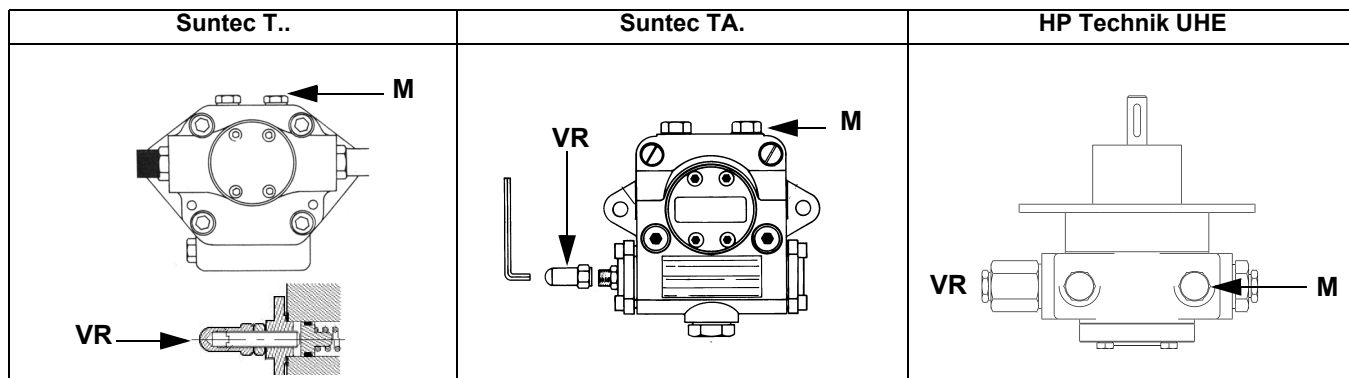
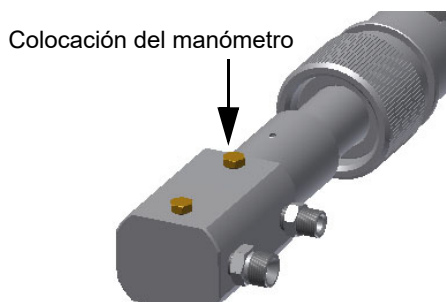

Fig. 4
Fig. 5
- 3 purgar el aire de la conexión (**M**) manómetro de la bomba (Fig. 4), aflojando levemente el tapón, sin quitarlo; luego soltar el contactor;
- 5 La presión de alimentación de la boquilla ya es previamente calibrada en fábrica y no debe ser modificada. Sólo si fuera necesario, regular la presión de alimentación (véase apartado correspondiente) de la siguiente manera: colocar un manómetro en la posición indicada en Fig. 5 intervenir en el tornillo de regulación **VR** de la bomba (véase Fig. 4) hasta obtener una presión en la boquilla igual a 20 bar (boquillas Monarch o boquillas Bergonzo – véanse gráficos en pag. 36-34)
- 2 Desenroscar los tornillos 1, 2, 3, 4 con la llave de macho hexagonal núm. 3, y retirar la tapa del filtro 5 (Fig. 5).